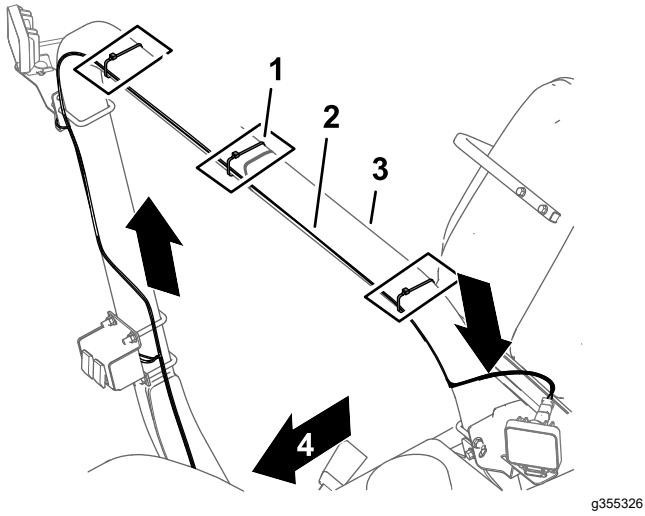
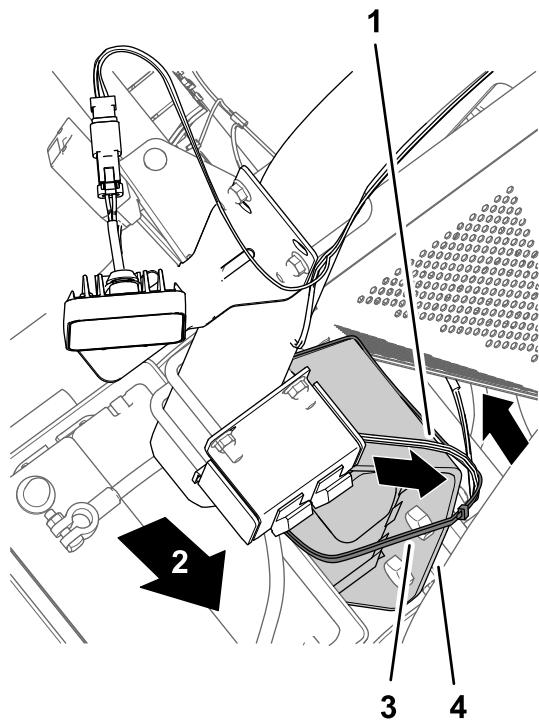
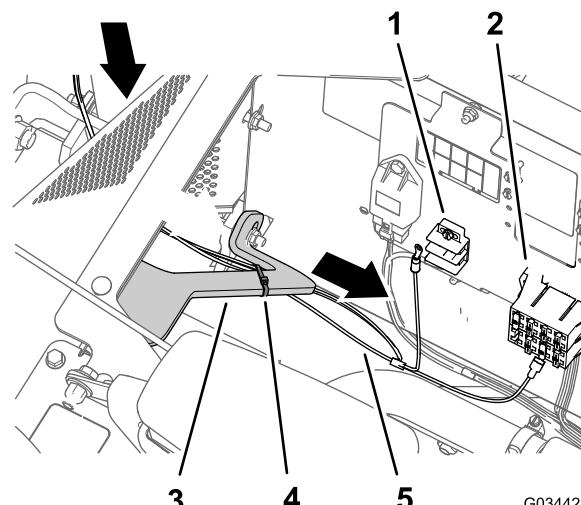

Рисунок 13
Рисунок 14
Рисунок 15
- Рядом с переключателями проложите ответвление жгута проводов с 2-гнездовым соединителем вверх и по периметру задней части горизонтальной трубы конструкции ROPS, как показано на Рисунок 13.
- Рядом с переключателями освещения проложите ответвление жгута проводов с гнездовой клеммой и круглой клеммой вниз и вперед, как показано на Рисунок 14 и Рисунок 15.
Примечание: Проложите жгут проводов заднего рабочего освещительного прибора вдоль жгута проводов машины (Рисунок 15).
сиденья кабельными стяжками, как показано на Рисунок 13, Рисунок 14 и Рисунок 15.
Примечание: Сложите излишнюю длину жгута проводов в виде связки в зоне опоры основания сиденья и прикрепите ее кабельной стяжкой, как показано на Рисунок 15.